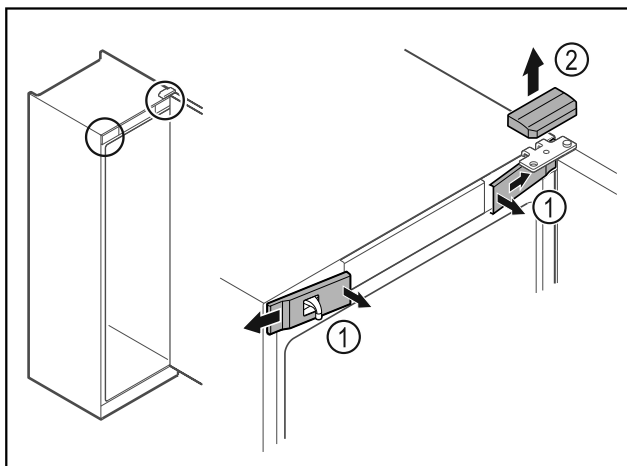

Fig. 11
- Uvolněte uvnitř přední kryty Fig. 11 (1) a sejměte je stranou.
- Horní kryt Fig. 11 (2) odeberte směrem nahoru.